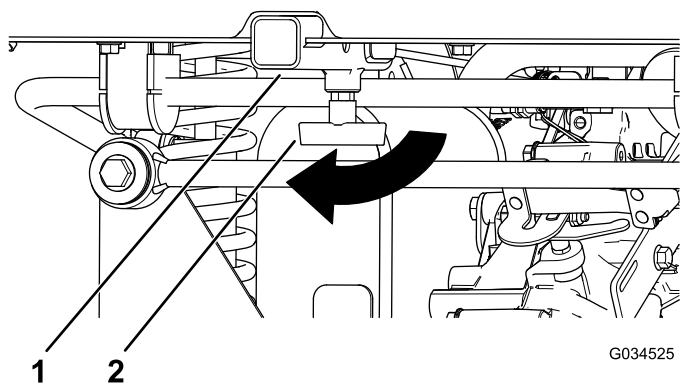

Figura 18
1. Slăbiți mânerul „T” prin rotirea acestuia în sensul acelor de ceasornic (Figura 18).
2. Introduceți accesoriul în receptor până când orificiile se aliniază (Figura 18).